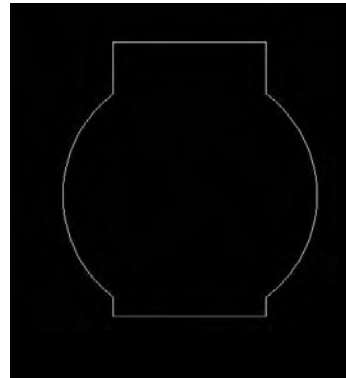

Fig.16.2
- 4 Ajustez le cercle et les droites et transformez l'ensemble en polyligne (fig.16.2).